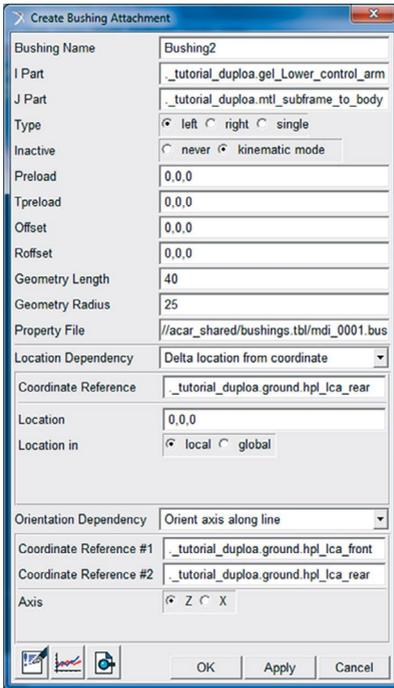

Figura 5.139 – Preenchimento da caixa de diálogo relativa à criação da bucha “*bkl_Bushing2*”.
- Preencha os campos da janela *Create Bushing Attachment*, como ilustrado na Figura 5.139.